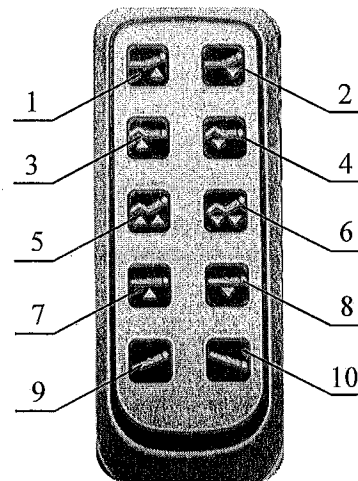

Рисунок 4
4.10 Вставьте вилку сетевого шнура блока управления в розетку ~ 220 В. Включить блок управления и проверьте с помощью пульта управления (см. рисунок 4) работоспособность каждого электропривода (4 шт.) с использованием всех кнопок пульта управления.